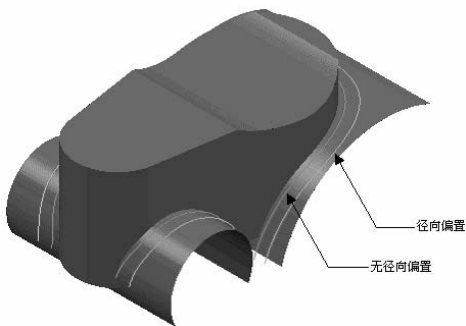

图 2-322 径向偏置
- **【径向偏置】**：用于定义刀具与驱动曲面之间的间距，该间距在刀具直径方向上测量，如图 2-322 所示。